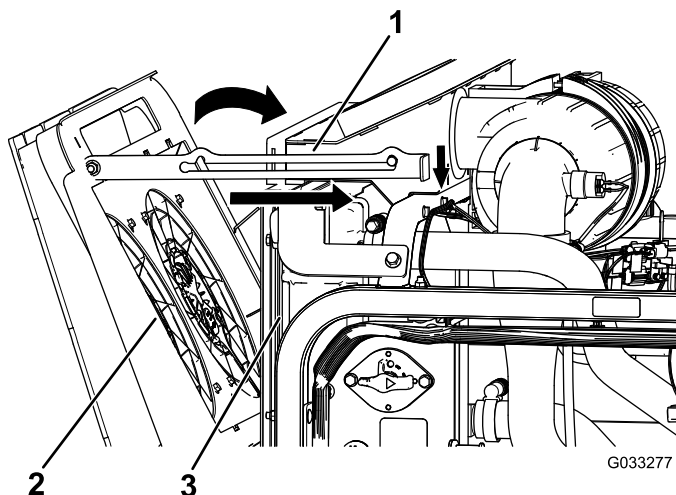

Figure 118
4. Faites pivoter les ventilateurs de refroidissement du moteur vers l'avant et calez la béquille dans le cran (Figure 118).